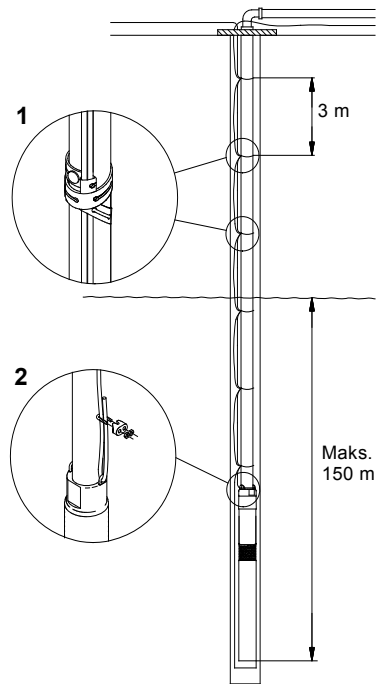

Fig. 11
Fig. 11 viser en pumpeinstallation med angivelse af:
Kabelbindere skal bruges for hver ca. 3 m. Se fig. 11.
**Maks.** installationsdybde under statisk vandspejl: 150 m, se fig. 11.
Det anbefales at sikre pumpen med en aflastet sikringswire. Se fig. 11, pos. 2.